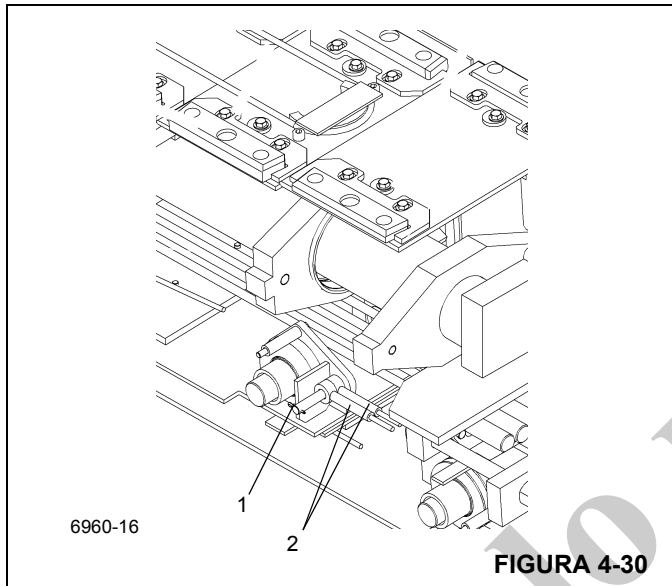

FIGURA 4-30
- Con pasadores y pasadores hendidos (1) (Figura 4-30), fije los cables de retracción de la sección central exterior (2) que están en el fondo de la sección central interior a las orejetas en la parte trasera de la sección central exterior.